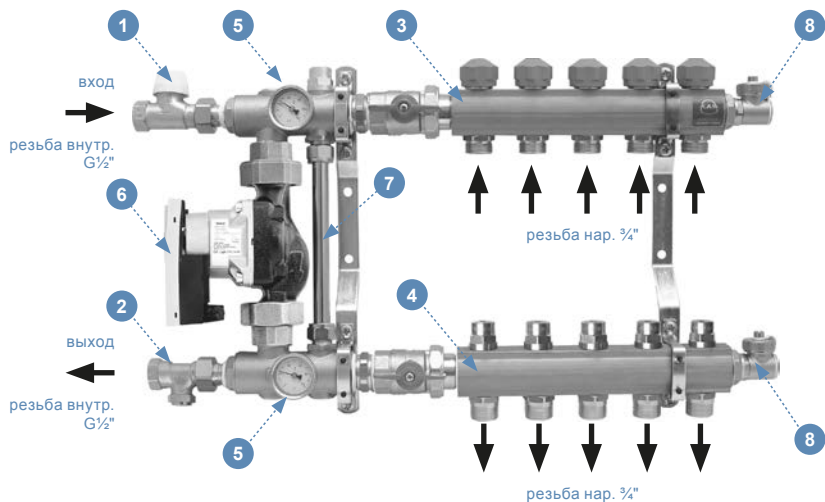
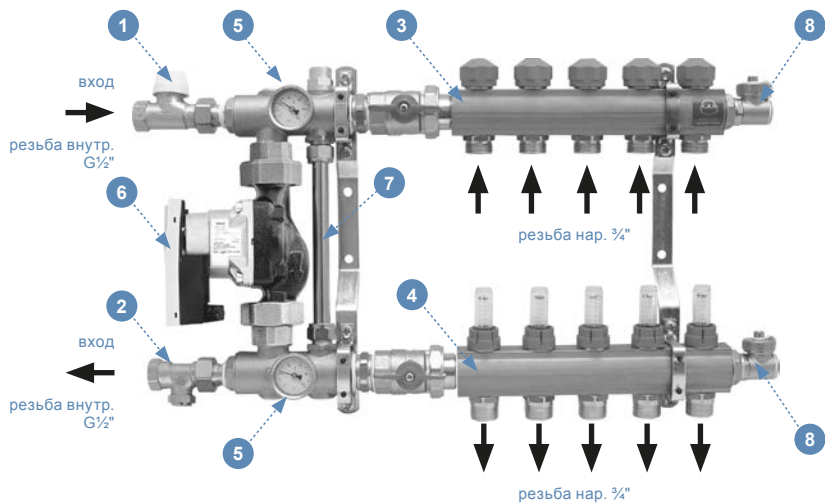

Рис. 1 Конструкция распределителя серии 73E
Рис. 2 Конструкция распределителя серии 77E
Распределитель оснащен (73E - рис. 1; 77E - рис. 2):
4. **серия 73E (рис.1)** - нижний коллектор распределителя со встроенными регулирующими вентилями (вентили выравнивают сопротивления потоку через отдельные контуры), а также с выходами на отдельные контуры с наружной резьбой G3/4" (с гнездом под евроконус) для подсоединения труб и спускным - воздуховыпускным клапаном.
серия 77E (рис.2) - нижний коллектор со встроенными измерительно-регулирующими вентилями (расходомеры выравнивают сопротивления потоку через отдельные контуры и показывают реальный расход теплоносителя через них), а также с выходами на отдельные контуры с наружной резьбой G3/4" (с гнездом под евроконус) для подсоединения труб и спускным - воздуховыпускным клапаном.